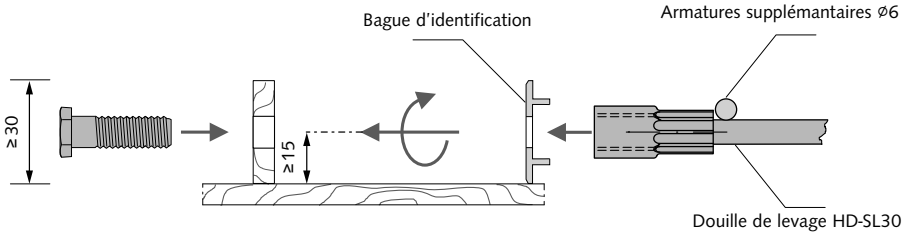

Fig. 1a: Mise en place de la douille HD-SL30 (coupe transversale)
2. La douille est fixée au milieu de l'axe centrale du coffrage depuis le bord de l'élément avec une vis M10 (non fournie). → Fig. 1a